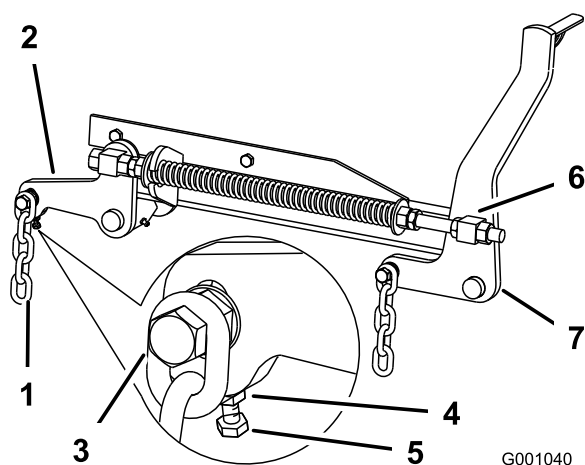

Figura 81
7. Se le misure al punto **B** o **C** non sono esatte, allentate il bullone che monta la catena posteriore al braccio di supporto posteriore (Figura 81).
8. Allentate il controdado sotto il braccio di supporto posteriore e regolate il bullone di regolazione ad un valore tra 79 e 83 mm (Figura 81).
7. Allentate di 13 mm circa i controdadi delle parti girevoli anteriori destra e sinistra (Figura 81).
8. Regolate i dadi di sollevamento sui lati destro e sinistro della macchina finché la parte anteriore della macchina non risulta più bassa di 6 e 10 mm davanti, al punto **A**, rispetto alla parte posteriore al punto **B** (Figura 81).